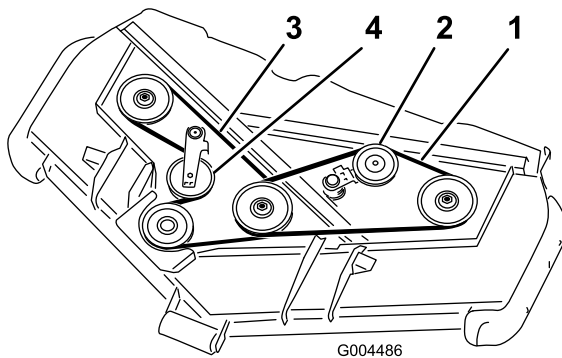

Bild 58
3. Schieben Sie mit einem Stemmeisen die Spannscheibe für den oberen Riemen (Bild 58) vom oberen Treibriemen, um die Riemenspannung zu lösen, sodass der Riemen von den Scheiben rutschen kann.
4. Verlegen Sie einen neuen Riemen um die Getriebescheibe, die unteren Spindelscheiben und die Spannscheibe, siehe Bild 58.
5. Verlegen Sie einen neuen Riemen um die oberen Spindelscheiben und die Spannscheibe, siehe (Bild 58).